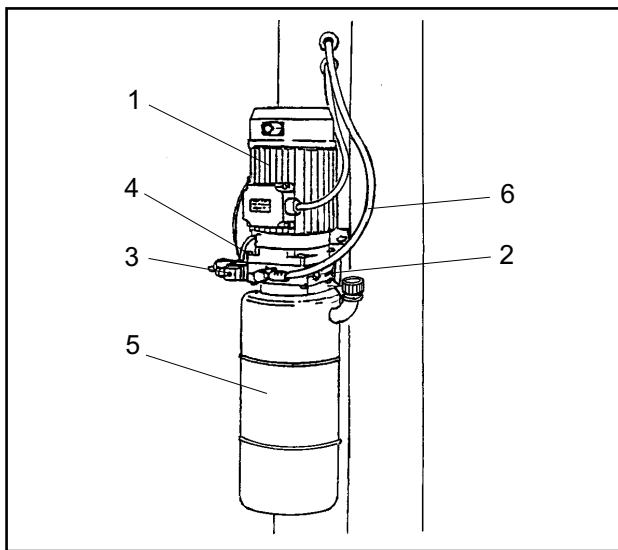

Fig.5 Centralina idraulica
- 2 cilindri idraulici (8), per il sollevamento dei carrelli, ancorati alle piastre di base delle colonne.
- 1 centralina idraulica (vedi fig.5), posta sulla colonna comando, per l' azionamento dei cilindri.
CENTRALINA IDRAULICA (Fig.5)
- 2 hydraulic cylinders (8), to lift the carriages anchored to the post basis pads.
- 1 hydraulic unit (see. fig. 5), on the command side, to set the cylinders run.
HYDRAULIC POWER UNIT (Fig.5)